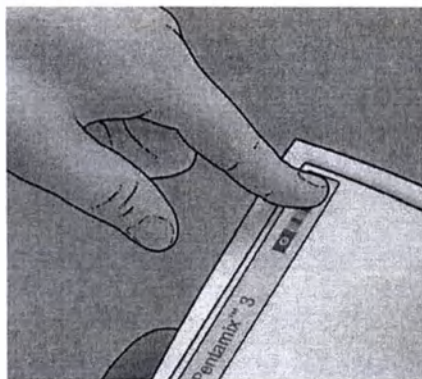

Рис. 7
- Аппарат Pentamix 3 может быть отключен с помощью главного выключателя, расположенного на верхней части корпуса (рис. 7).
- О готовности аппарата к использованию сигнализирует горящий зеленым LED-индикатор. Мигающий LED-индикатор указывает на то, что аппарат включен, но условия эксплуатации не обеспечивают безопасного клинического применения (см. рис. 7).